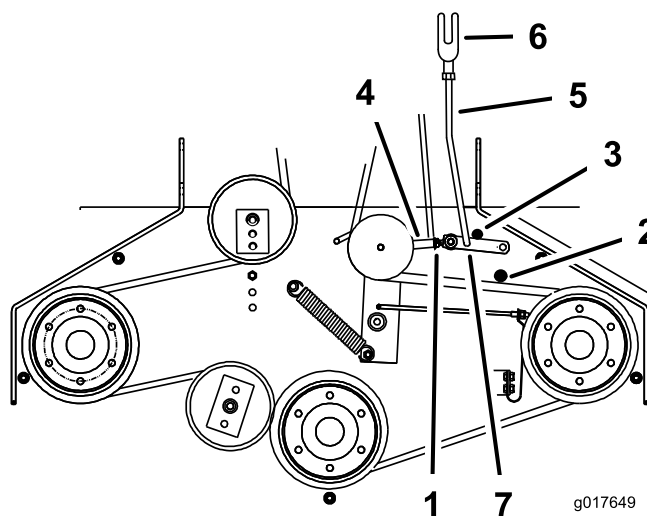

Figure 49
8. Pour ajuster la biellette du bras d'assistance, enlevez la goupille fendue du bras d'assistance (Figure 49).
11. Installez la biellette dans le bras d'assistance et fixez-la avec la goupille fendue (Figure 49).